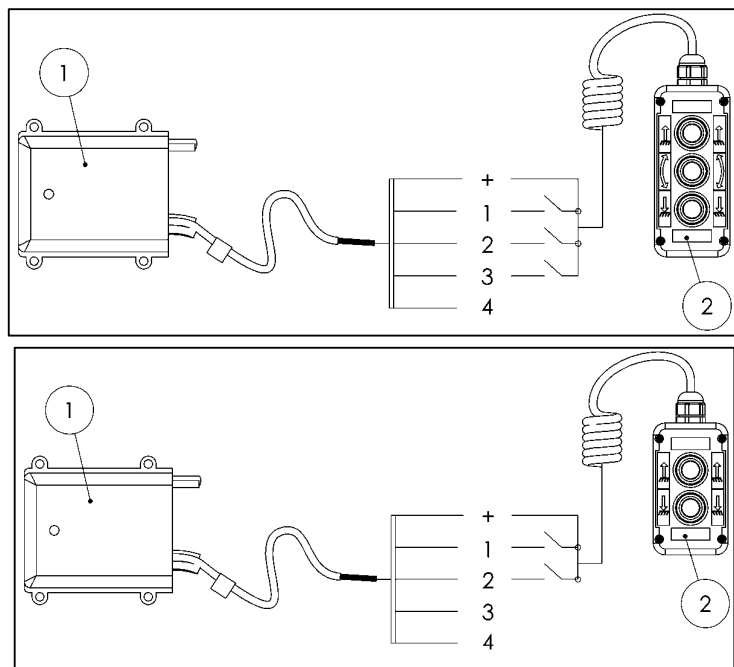

Fig. 49
- Conecte el cable del control de mano (2) a la sección de cable descubierto de la unidad de control (1) con el cintillo rojo en el lugar de instalación (ver Fig. 49).